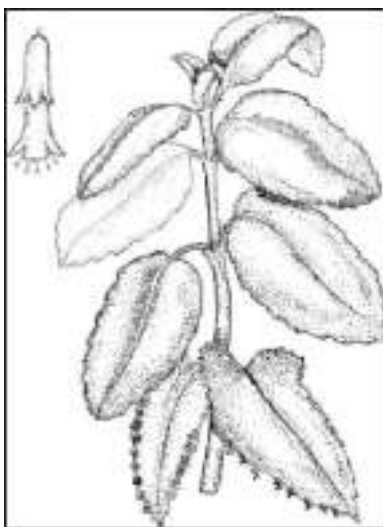

Рис. 3. Каланхоэ перистое – *Kalanchoe pinnata* (Lam.) Peresson
3. *Каланхоэ перистое* – *Kalanchoe pinnata* (Lam.) Peresson (Толстянковые – *Crassulaceae* DC.) (рис. 3). Родина – Южная и тропическая Африка и о. Мадагаскар. Многолетнее вечнозеленое растение высотой до 1 м и более. Листья мясистые, сочные, в нижней части стебля цельные, яйцевидные, крупные, в верхней части перистые, с 3–5 долями, в большинстве продолговато-яйцевидные, края листьев зубчатые, на которых в большом количестве развиваются «детки» – молодые растения. Цветки зеленовато-бело-розовые, с трубкой венчика до 3,5 см, собраны в верхушечные метельчатые соцветия. Цветет обильно с января до конца мая. Лекарственное и декоративное растение для комнатной культуры. Предпочитает светлые солнечные места.